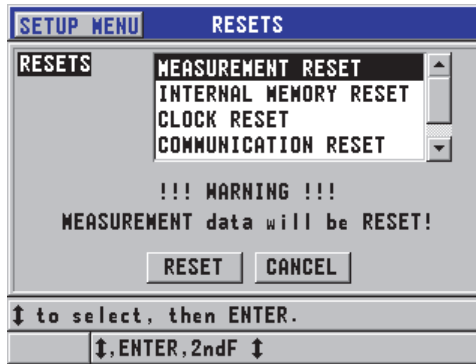

Figura 12-1 Ativar função RESET
2. Na tela **RESETS** (veja Figura 12-1 na página 217).